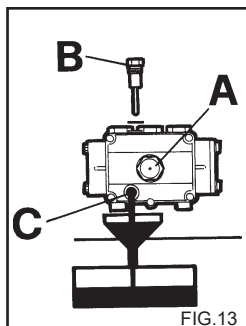

FIG.13
- 2) Skruva ur locket med oljestickan (fig. 13).